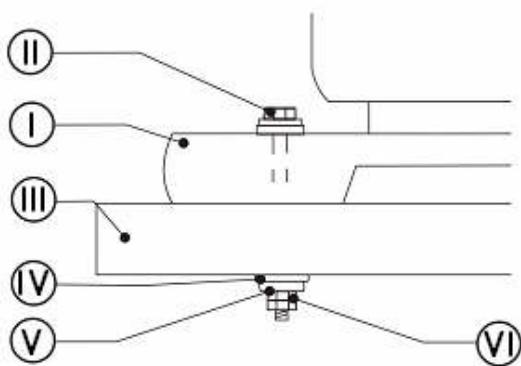

Рис.2
8.1. Монтаж станка на верстаке (Рис.2)